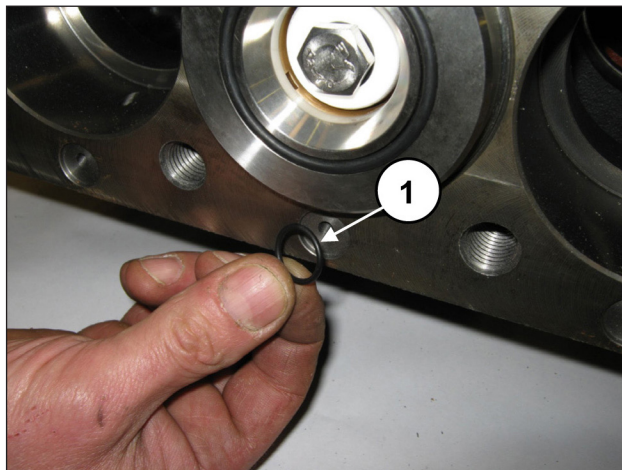

Рис. 167
Вставьте 6 фронтальных уплотнительных колец O-Ring картера насоса (поз. ①, Рис. 167).